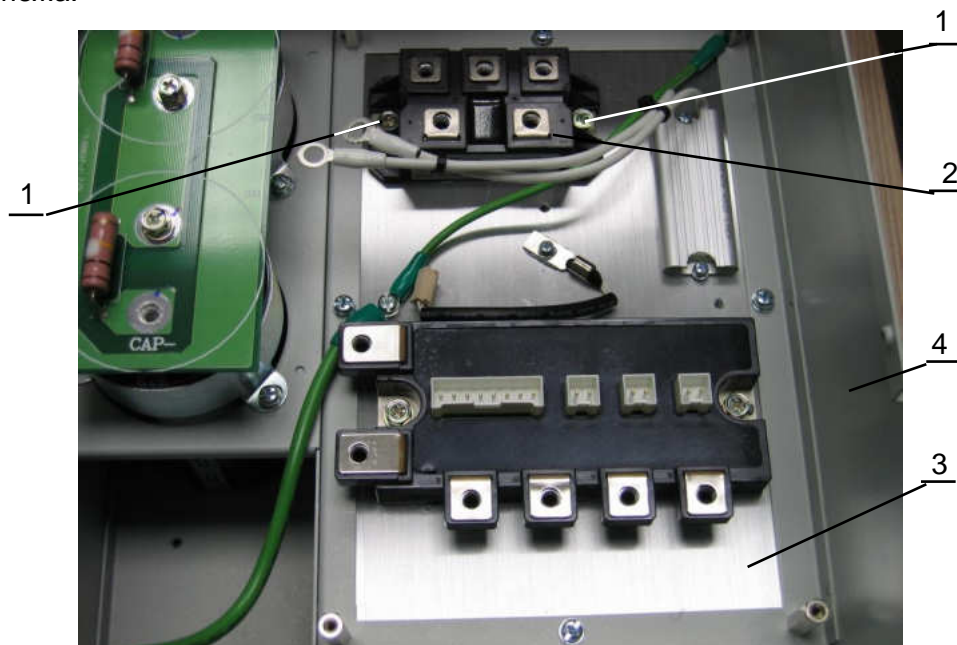

Рис.6.17
6.10.2. Извлечь матрицу IGBT (1) из корпуса ПЧ. Удалить остатки теплопроводного компаунда с основания подложки матрицы IGBT(1) и радиатора ПЧ (2) (рис.6.17), используя для этого бумажные салфетки и СБС. Положить матрицу в тару для составных частей.